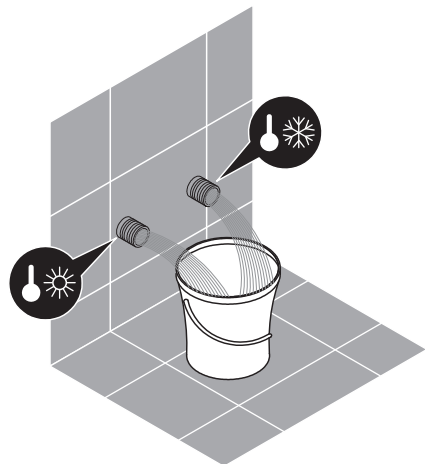

Fig.2
- Recomenda-se que antes de efectuar a ligação da coluna, se efectue uma limpeza das tubagens da obra deixando correr a água na canalização por algum tempo a fim de evitar posteriores danos provocados por detritos e sujidades acumuladas nas tubagens (Fig.2);